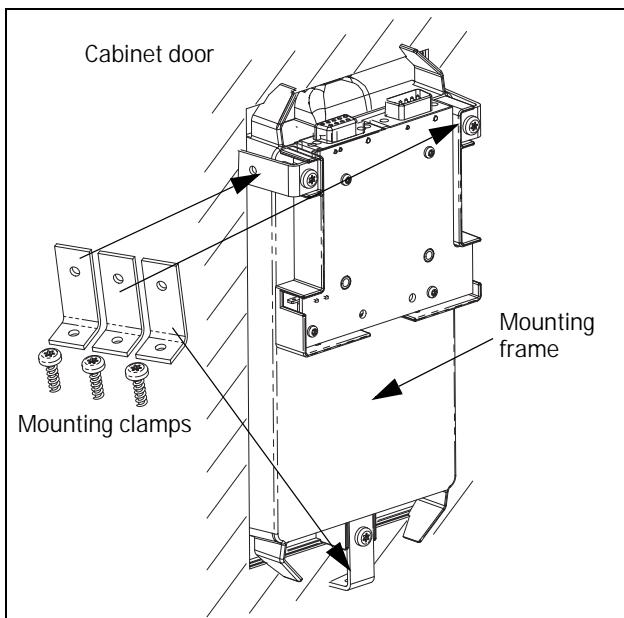

Fig. 3 Fasten the mounting frame using the mounting clamps.
3. Fasten the mounting frame in the cabinet door from the inside using the three mounting clamps and screws according to the Fig. 3.
3. Fäst monteringsramen i skåpsdörren från insidan med hjälp av de tre monteringsbyglarna och skruvarna enligt Fig. 3, sidan 5.
3. Befestigen Sie den Einbaurahmen mit den drei Montageklammern und Schrauben entsprechend Fig. 3, Seite 5 von der Innenseite in der Schaltschrantür.
3. Bevestig het montageframe vanaf de binnenzijde in de kastdeur met de drie bevestigingsklemmen en schroeven volgens Fig. 3, pagina 5.
3. Fije el bastidor de montaje a la puerta del armario desde el interior con las tres grapas de montaje y los tornillos, según la Fig. 3, página 5.
3. Fixer le châssis de montage sur la porte de l'armoire depuis l'intérieur à l'aide des trois brides de montage et des vis conformément à la Fig. 3, page 5.
3. Fissare il telaio di montaggio al portello del cabinet dall'interno con i tre morsetti di montaggio e le relative viti, come da Fig. 3, pagina 5.